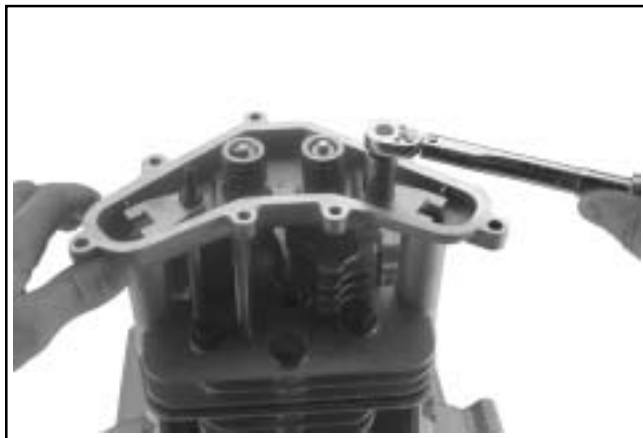

Figura 10-37. Instalación de las placas de guía y de los pivotes del balancín.
1. Coloque las placas de guía de la varilla de empuje en la culata con los rebordes extrudidos hacia abajo sobre los orificios de la varilla de empuje. Fije el conjunto con los pivotes del balancín. Aplique a los pivotes un par de apriete de **13,5 Nm (120 in lb)**. Ver Figura 10-37.